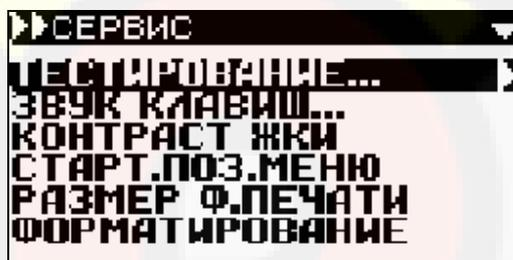

Рис. 5 Меню СЕРВИС
4.2.2 Для выбора сервисных функций и настроек тестера выберите пункт меню **СЕРВИС** и нажмите **Enter**. На дисплее отобразится меню СЕРВИС (рис. 5).